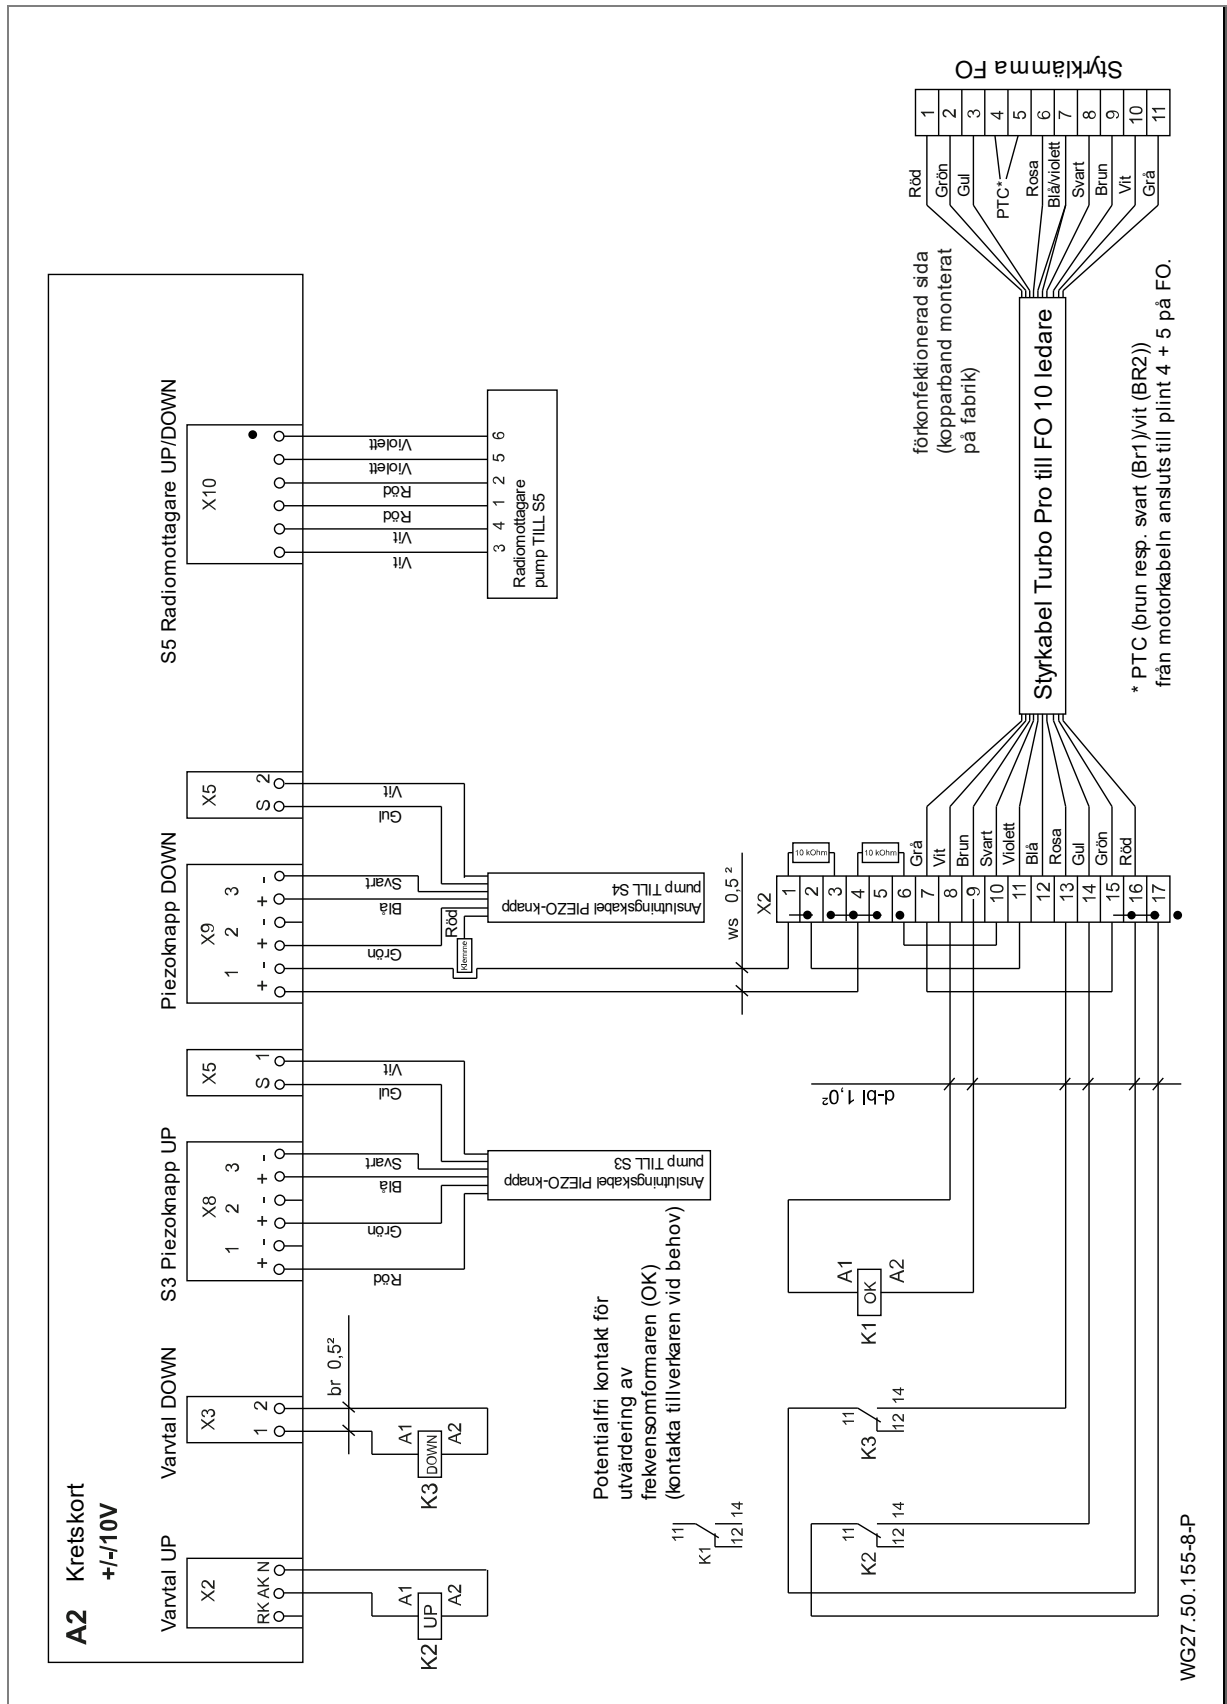

Bild 20
14. Ledarna för PTC (brun resp. svart (Br1)/vit (BR2)) ska kopplas enligt kopplingschemat. Se "Bild 20" på sida 25.